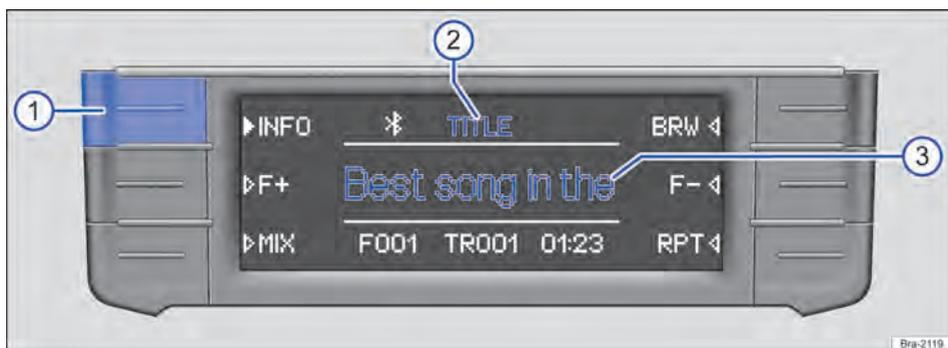

Fig. 162 Exemplo de exibição na operação de mídia: informações das faixas de um CD de MP3 em execução.
Em CDs de áudio sem texto de CD, na linha central do display → Fig. 162 ③ é exibido somente **TRACK** e o número da faixa conforme a sequência na unidade de armazenamento de dados.
No centro da linha superior do display é exibido o tipo da informação de faixa selecionada, por exemplo, **TITLE** → Fig. 162 ②.
- Pressionar brevemente o botão de função **INFO** → Fig. 162 ① para trocar o tipo da informação exibida da faixa.